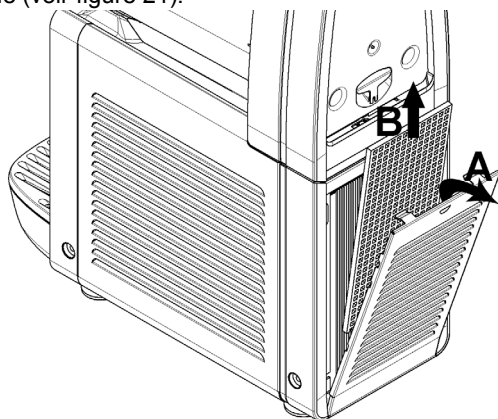

figure 21
**3 Tous les mois** : ôter la poussière qui s'est accumulée sur le filtre du condensateur situé sur le panneau arrière de la machine (voir figure 21).